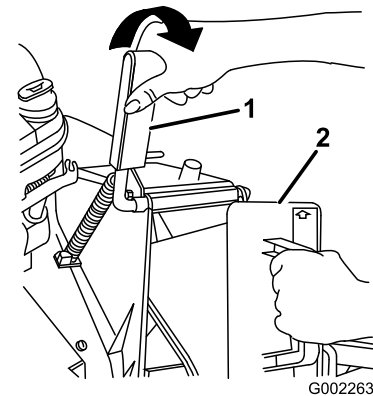

Figure 7
1. Tirez la poignée en arrière pour ouvrir le volet d'éjection (Figure 7). Maintenez la poignée en position d'ouverture pour empêcher le ressort de refermer le volet pendant l'insertion de l'obturateur.
2. L'obturateur étant légèrement plus large que l'ouverture de l'éjecteur, tournez-le légèrement dans le sens horaire lors de l'insertion (Figure 7).